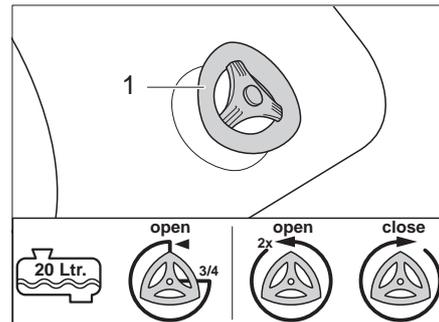

Bild 255 Ablasshahn
- 1/2 voll oder weniger: Den Ablasshahn (Bild 255,1) eine 3/4-Umdrehung gegen den Uhrzeigersinn drehen.
- 3/4 voll und mehr: Den Ablasshahn (Bild 255,1) 2 Umdrehungen gegen den Uhrzeigersinn drehen.
- Ablasshahn (Bild 255,1) im Uhrzeigersinn schließen.